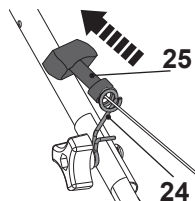

Fig. 13
3. Sempre reajuste o manípulo do arranque do recuo (25) no gancho (24) localizado no lado direito do guiador superior (1) (Fig. 13) quando o arranque do recuo não for operado.